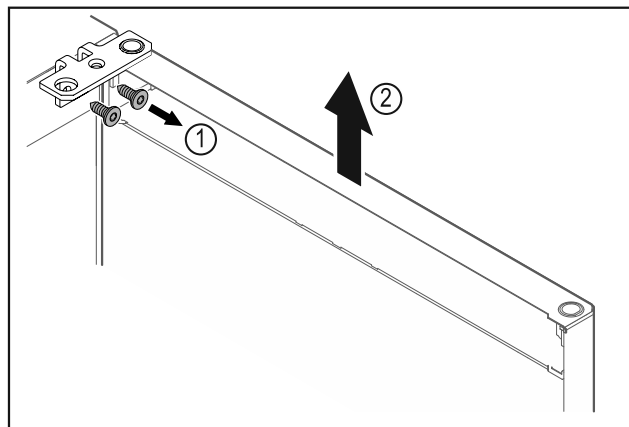

Fig. 9
- Skruva av gångjärnsfästet Fig. 9 (1).
- Lyft dörren rakt uppåt med gångjärnsfästet Fig. 9 (2) ca 200 mm och ta av den.